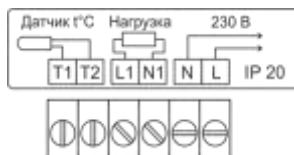

Рисунок 1 - Схема подключения терморегулятора
4. Подключите к терморегулятору провода электропитания, греющего кабеля и (при наличии) выносного датчика пола в соответствии с рис. 1.